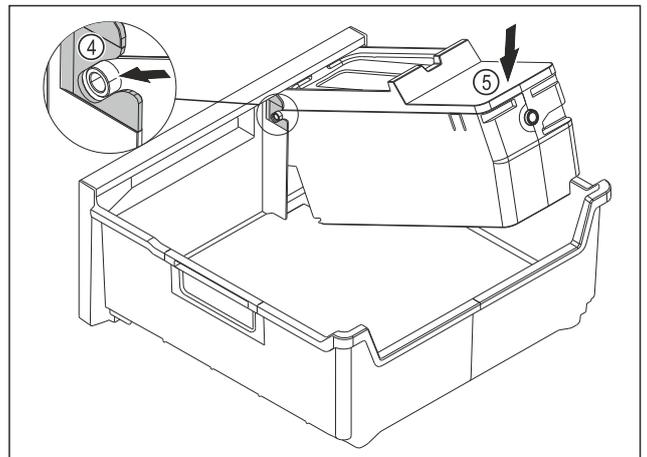

Fig. 100
- ▶ EasyTwist-Ice-Korpus montieren: Achsen des EasyTwist-Ice-Korpus in die Führungen Fig. 100 (4) einschieben.
- ▶ EasyTwist-Ice-Korpus Fig. 100 (5) hinten nach unten drücken.